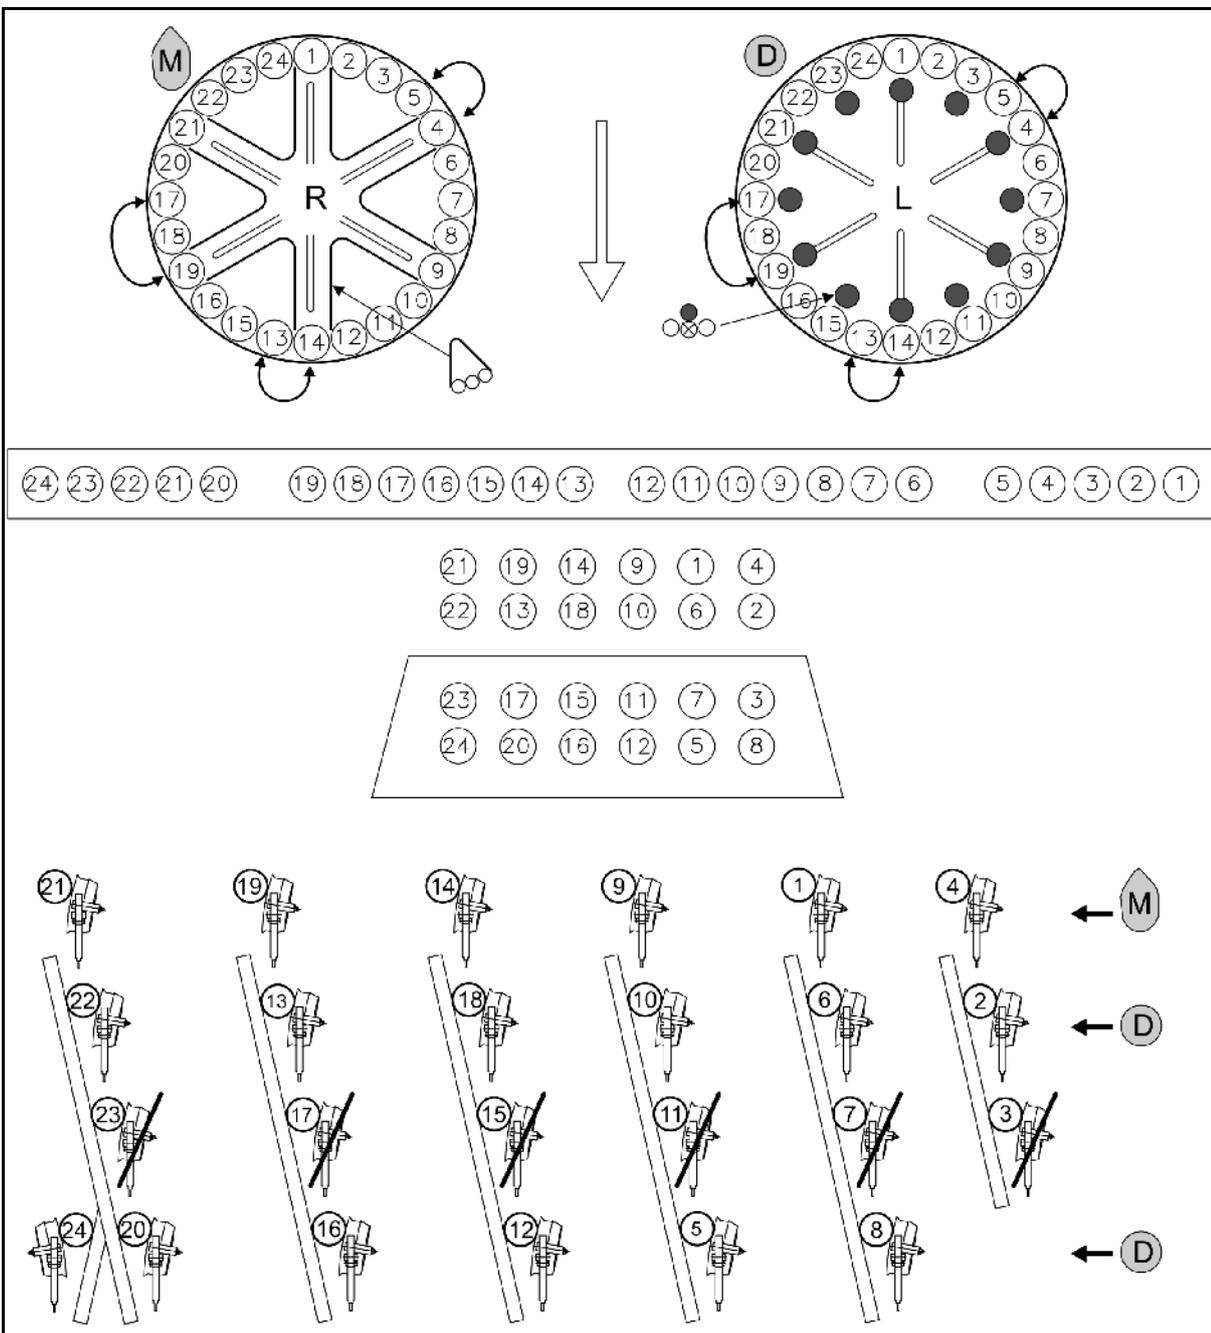

Fig. 45
- Mais **M**: Verschlussbleche entsprechend Fig. 45 montieren.
- Dünger **D**: Verschlussstopfen entsprechend Fig. 45 montieren.